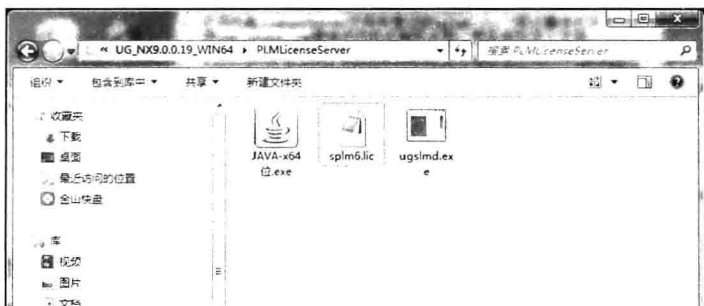

图 1-1 打开 PLMLicenseServer 文件夹
Step 02 下载安装程序解压后，进入文件夹，找到名为 PLMLicenseServer 的文件夹双击打开，如图 1-1 所示。